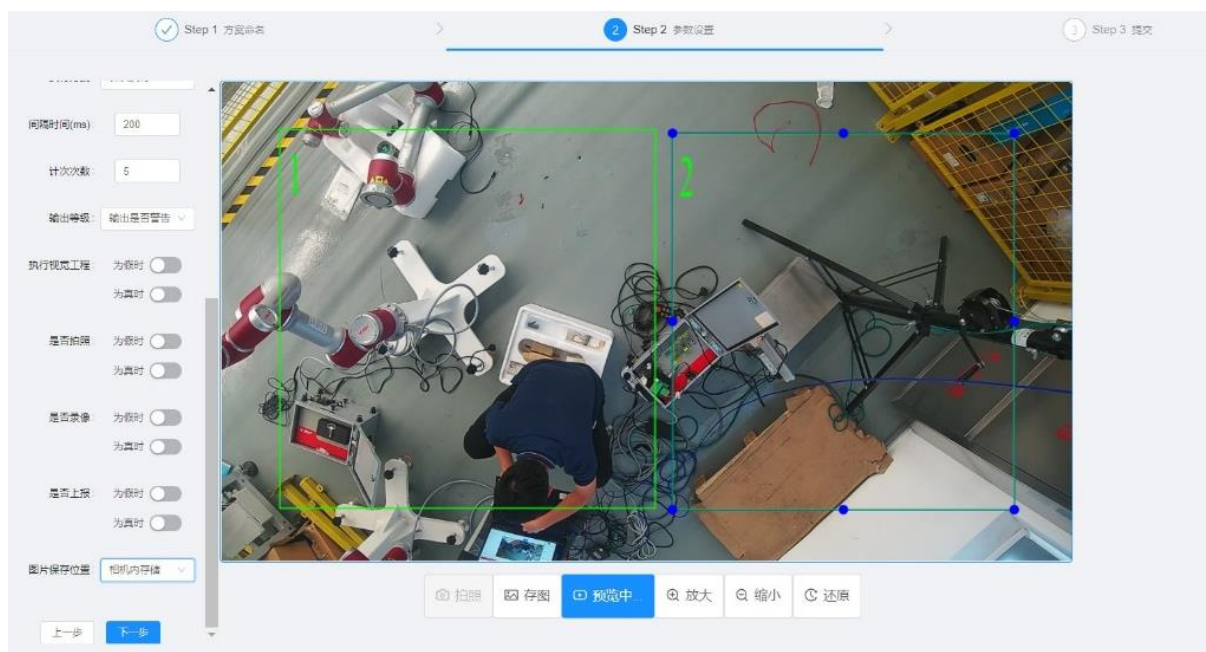

图 5.8 绘制 roi 区域
(1) 手动校时：勾选“手动校准”并手动输入设备时间，或者打开“与本机时间同步”按钮即可保持设备与本地计算机时间一致，但是部分相机型号在手动校时相机重启后会恢复默认时间，如图 5.8 所示。
**roi 个数:** 针对局部区域可绘制多个 roi 区域，（注：roi 个数最多为 10），如图 5.8 所示